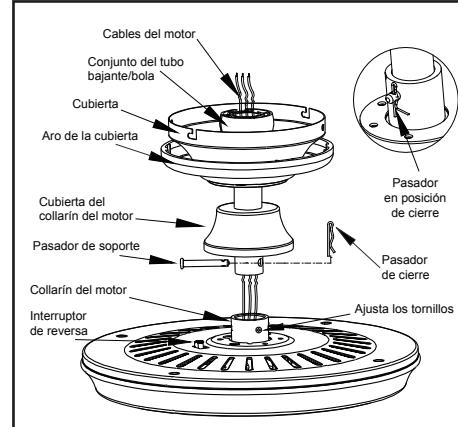

Figura 7
4. Inserta los cables que salen por la parte superior del motor del ventilador, a través de la cubierta decorativa del collarín del motor y enseguida por el aro de la cubierta. Asegúrate de que las ranuras queden en la parte superior. Inserta los cables a través de la cubierta y enseguida a través del conjunto del tubo bajante y bola. (Figura 7)
Este ventilador se envía desde la fábrica con el interruptor de reversa en posición de hacer circular el aire hacia abajo. Si deseas encauzar el flujo de aire en sentido contrario, apaga el ventilador y espera a que las aspas se detengan; enseguida desliza el interruptor de reversa (ubicado en la caja de interruptores, consulta la Figura 7 de la página 4) hacia la dirección opuesta y a continuación vuelve a encender el ventilador. Las aspas del ventilador girarán en sentido contrario e invertirán la corriente de aire.